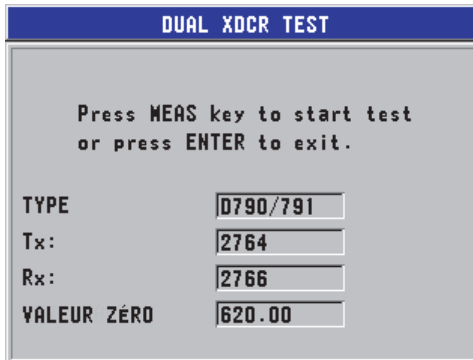

Figure 12-3 Écran DUAL XDCR TEST
7. Lorsque **DUAL XDCR TEST** est sélectionné, faites ce qui suit dans l'écran **DUAL XDCR TEST** (voir la Figure 12-3 à la page 227) :